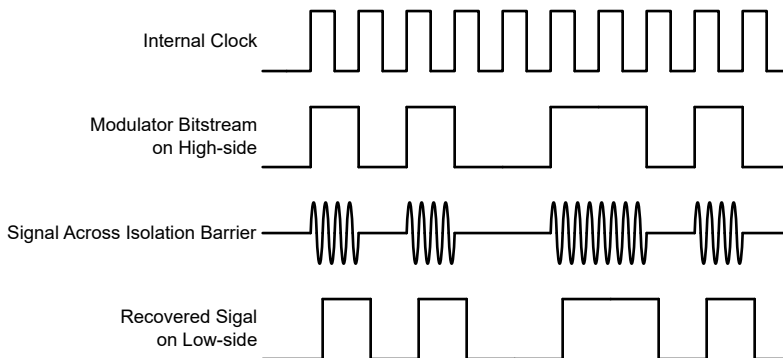

图 7-1. 基于 OOK 的调制方案
如图 7-1 中所示，AMC0381D 使用开关键控 (OOK) 调制方案跨过基于 SiO_2 的隔离栅传输调制器输出位流。发送驱动器 (TX) 如 功能方框图 中所示。TX 跨过隔离栅发送一个内部生成的高频载波来表示数字一。而 TX 不发送信号则表示数字零。AMC0381D 内使用的载波标称频率为 480MHz。